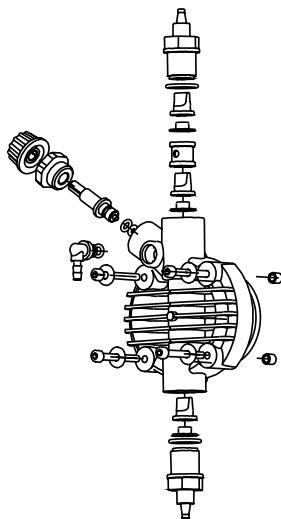

Fig. 10
Pour effectuer cette opération, si l'appareil n'est pas fixé à l'installation, le faire pulser la pompe pendant quelques secondes (15/30) en la tenant la tête en bas et sans les tubes reliés aux raccords, si ce n'est pas possible, démonter et remonter la tête de la pompe (fig. 10), par les quatre vis de fixation.
Etant donné la robustesse du système, de véritables pannes mécaniques ne se produisent pas. Parfois il peut se produire des fuites de liquide au niveau d'un raccord du fait d'un écrou fixation du tube desserré ou plus simplement à cause de la rupture du tube de refoulement. Il est rare que d'éventuelles fuites puissent se produire par la rupture de la membrane ou par l'usure du joint torique de la membrane. Dans ce cas, ces éléments doivent être remplacés en démontant les quatre vis de la tête de la pompe (fig. 10). En les remontant, les serrer de manière uniforme sans omettre de replacer les joints de vis. Une fois la fuite éliminée, nettoyer la pompe doseuse d'éventuels résidus de réactif qui, s'ils stagnaient, pourraient provoquer une détérioration du boîtier de la pompe.
❶ LA POMPE DOSEUSES DONNE DES IMPULSIONS MAIS N'INJECTE PAS LE REACTIF DANS L'INSTALLATION
- a. Démontez les clapets d'aspiration et de refoulement, les nettoyez et les remontez dans la même position (fig. 10). Dans le cas où l'on remarquerait un gonflement du clapet, vérifiez la compatibilité chimique du réactif avec le matériau du clapet (Viton® en standard ; sur demande silicone, EPDM et nitrile, clapet à bille verre ou inox, clapet K).